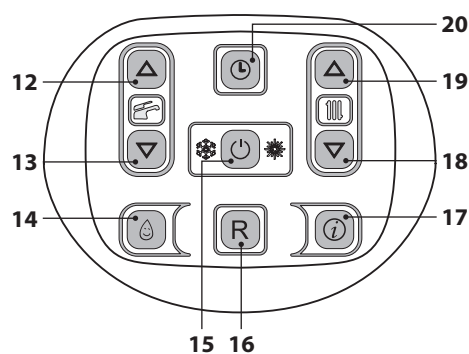

Figura 6.7
- Mantenga pulsado durante 2 segundos el botón 15 hasta que aparezcan en el display los símbolos  y  (Figura 6.7).
- Apague la caldera manteniendo pulsado durante 2 segundos el botón 15 (Figura 6.7) hasta que aparezca en el display LCD el símbolo  (Figura 6.6).